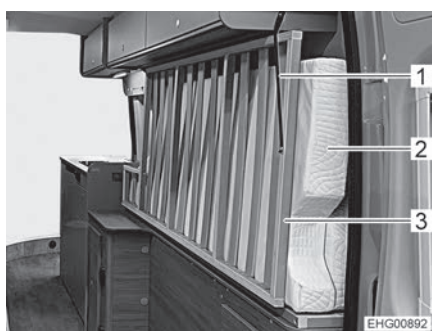

Bild 46 Höger säng i transportläge
- Vik upp madrassen (Bild 46,2) för den högra sängen (från körriktningen sett) på längden och ställ den på kanten, skjut sedan mot väggen så långt det går (se Bild 46).
- Fäll upp sängbotten (Bild 46,3) för den högra sängen.
- Fäst sängbottens bakre ände med fästbandet (Bild 46,1).